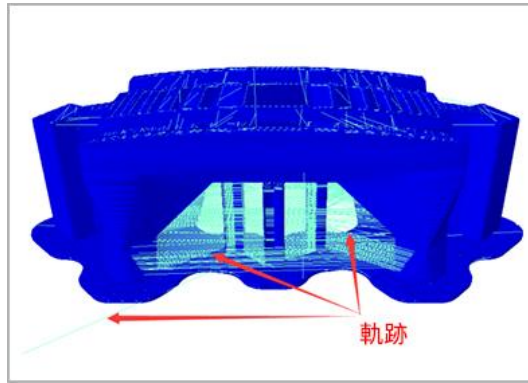

図 15, 空走軌跡の概略図
(8)空走速度 (単位 mm/s) : 図 15 中の矢印で示すように、ノズルがフィラメントを押し出さない時の移動速度;推奨速度は 10-150mm/s です。